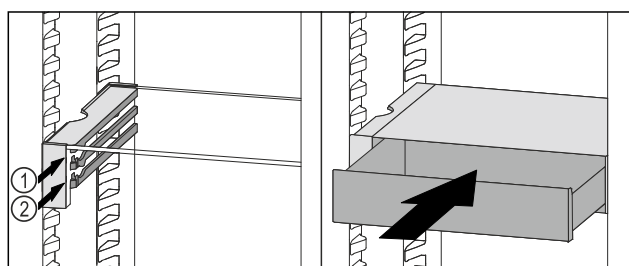

Fig. 96
- Поставете чекмеджето на VarioSafe зад ограничителите върху желаното ребро Fig. 96 (1) или Fig. 96 (2).